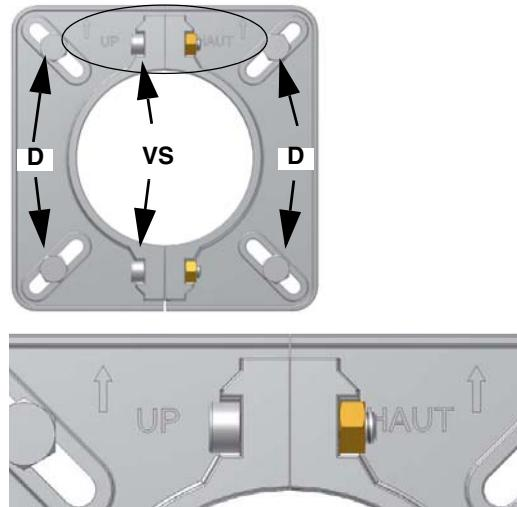

Fig. 3
- 3 según el dibujo referido en la Fig. 3, fijar la brida a los tornillos de unión a la caldera con las tuercas **D**, sin apretarlas completamente